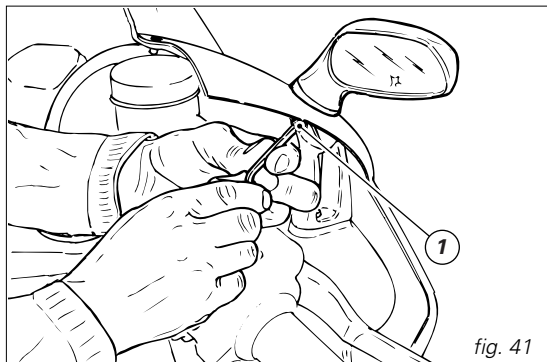

fig. 41
Dévissez la vis centrale (1, fig. 41) de fixation des rétroviseurs et décrochez-les des supports de la bulle. Dévissez les deux vis (2) de fixation au support de phare et décrochez les quatre attaches (3) d'union des demi-carénages.